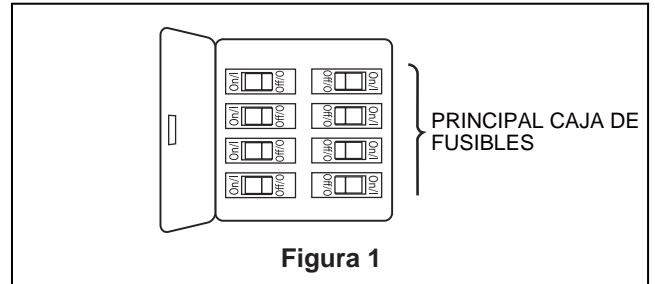

Figura 1
NOTA: Si no está seguro de la descripción de una pieza, consulte la ilustración del despiece. (Figura 1, página 32)
Caja de perfil bajo (Figura 1)
1. Corte el exceso de cable aproximadamente de 15 a 23 cm (6 a 9 pulgadas) por encima de la parte superior del barral. Pele 1,2 cm ($\frac{1}{2}$ ") del aislamiento en cada extremo del cable. (Figura 1)
Para evitar una posible descarga eléctrica, asegúrese de cortar la alimentación eléctrica de la caja de fusibles principal antes de colgar el ventilador. (Figura 1)
Para evitar una posible descarga eléctrica, asegúrese de cortar la alimentación eléctrica de la caja de fusibles principal antes de alambrao el ventilador. (Figura 1)
1. Retire uno de los dos tornillos de reborde de la abrazadera para colgar. Afloje el segundo tornillo de reborde sin retirarlo del todo. Ensamble la base girando el chavetero de la base sobre el tornillo de reborde de la abrazadera para colgar. Ajuste el tornillo de reborde. Ensamble por completo el segundo tornillo de reborde que antes había retirado y ajústelo. (Figura 1)
1. Coloque el aspa en la ranura del ensamble del motor y sobre los postes roscados con tornillos de 3/16"-24 y arandela de fibra. (Figura 1)